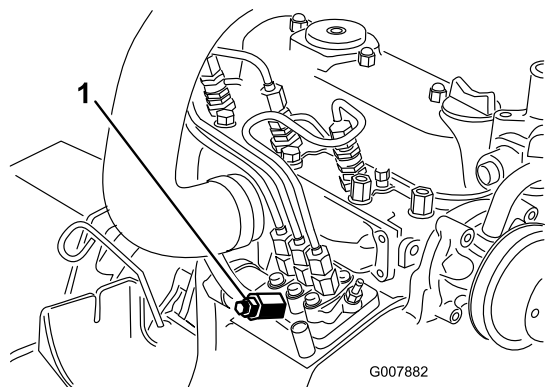

Figura 68
3. Coloque un trapo debajo del tornillo de purga de aire de la bomba de inyección de combustible y abra el tornillo (Figura 68).